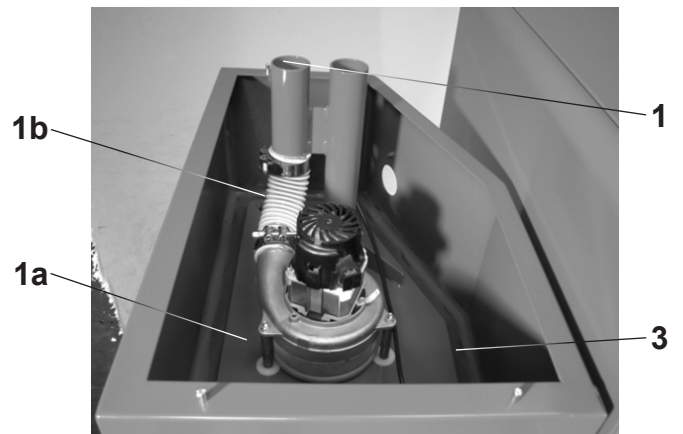

Bild 14
1. Flügelmuttern lösen, Förderschläuche (1, Bild 14) und Saugmodul (1a, Bild 14) ausbauen. Schlauch auf Risse prüfen (1b, Bild 14).
3. Dichtung Saugmodul-Pelletsbox (3, Bild 14) kontrollieren und reinigen.